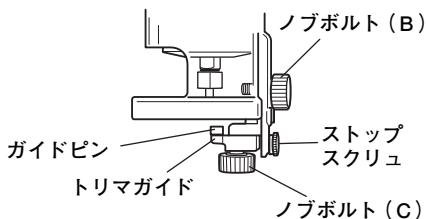

図 12
- (2) トリマガイドをノブボルト(B)によりベースに取付けます。(図 12)
- (3) トリマガイドの上下調節はノブボルト(B)をゆるめて移動します。
- (4) ガイドピンの調整はノブボルト(C)をゆるめ、ストップスクリュを回転させて行ないます。(図 12)